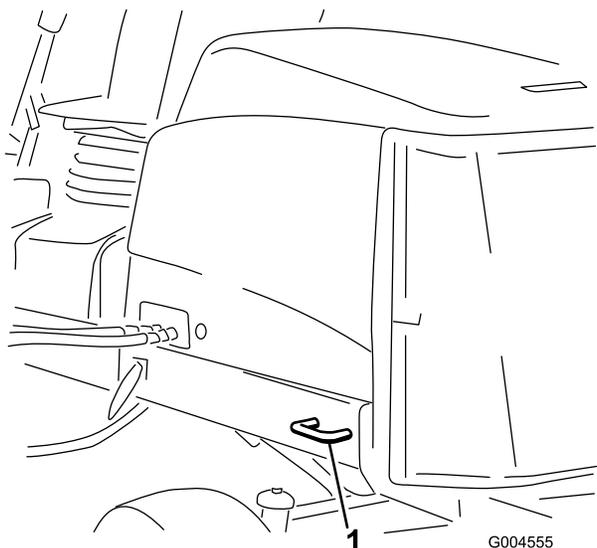

Рисунок 41
- В задней части используйте каждую сторону машины на задней раме (Рисунок 41).